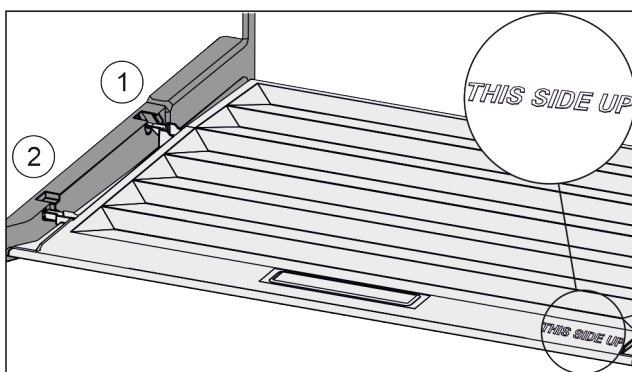

Fig. 162
- ▶ Ramiona pokrywy wprowadzić ponad otworem tylnego uchwyty Fig. 162 (1) i zażebić z przodu w uchwycie Fig. 162 (2).